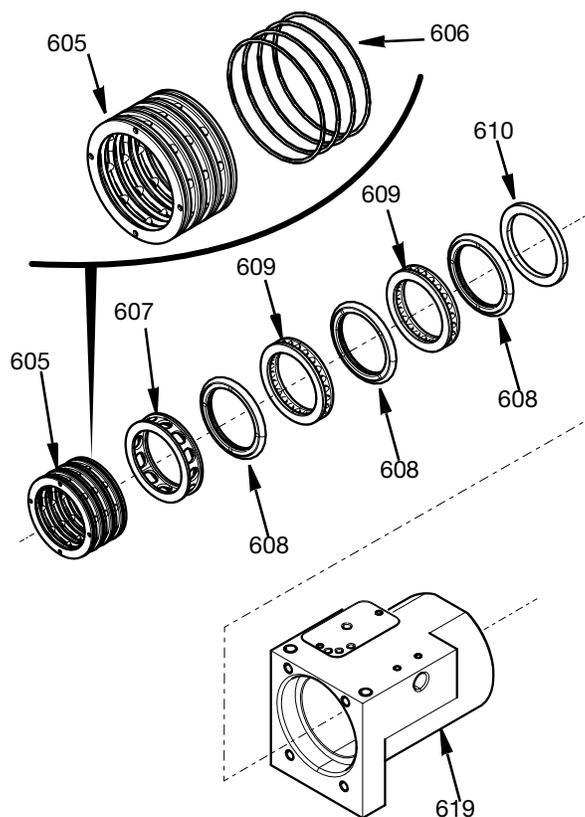

**FIG. 21**
1. Applicare un lubrificante leggero su tutte le guarnizioni e gli O-ring prima di montarli sulle parti interne del corpo girevole. Inserire i cuscinetti della flangia (602) nel corpo girevole (619) e nell'alloggiamento del cuscinetto (604). Vedere FIG. 21.